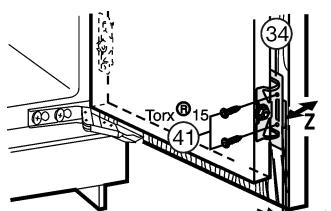

Fig. 24
- Visser Fig. 24 (41) la porte de l'appareil sur la porte du meuble à travers les cornières de fixation Fig. 24 (34).